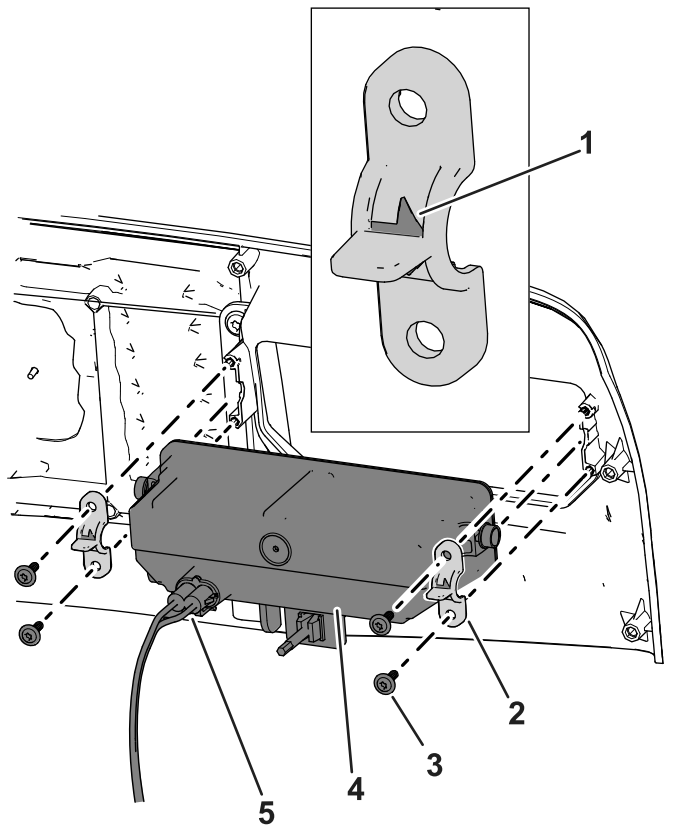

Figura 54
3. Desconecte el conector eléctrico del arnés de cables del conector del conjunto del faro (Figura 54).
5. Instale el nuevo faro en la máquina con las grapas de plástico y los tornillos del faro que conservó. Apriete los tornillos del faro a 1.6 N·m (14 pulgadas-libra); consulte Figura 54.
Nota: Compruebe que las flechas direccionales de las grapas de plástico apunten hacia afuera de la máquina (Figura 54).
6. Conecte el conector eléctrico del arnés de cables al conector del conjunto del faro (Figura 54).
4. Retire las grapas de plástico y los tornillos que sujetan el faro a la máquina y retire el conjunto del faro (Figura 54).